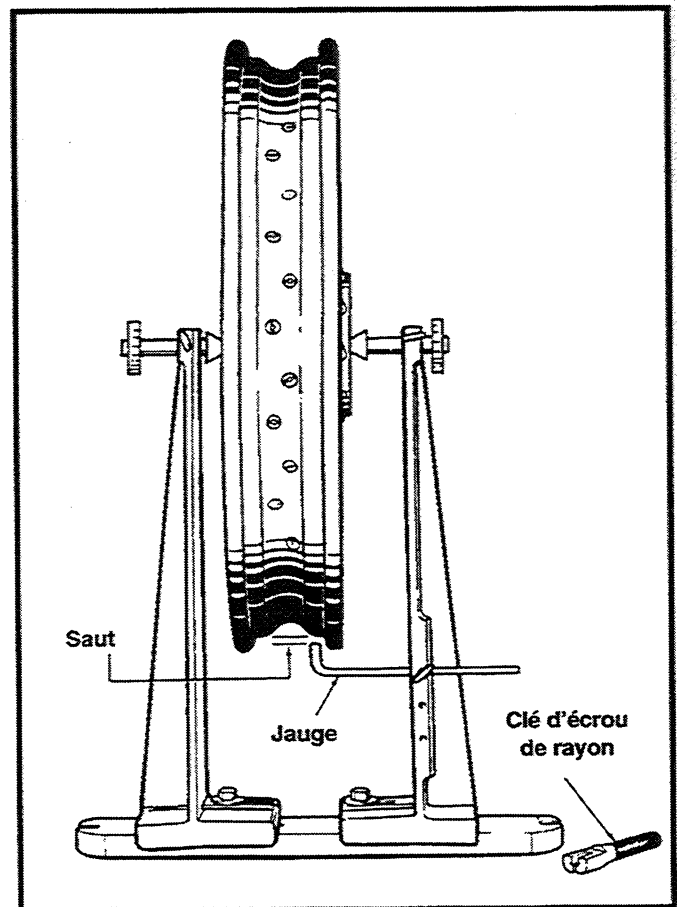

Figure 2-17. Centrage radial de la jante
5. Voir Figure 2-17. Après avoir effectué le centrage latéral de la jante, vérifiez également le centrage radial. Alignez la jauge de réglage du support de centrage avec le point de contact du talon du pneu (voir photo). La jante doit être centrée dans une tolérance de 0,030 po. (0,76 mm).